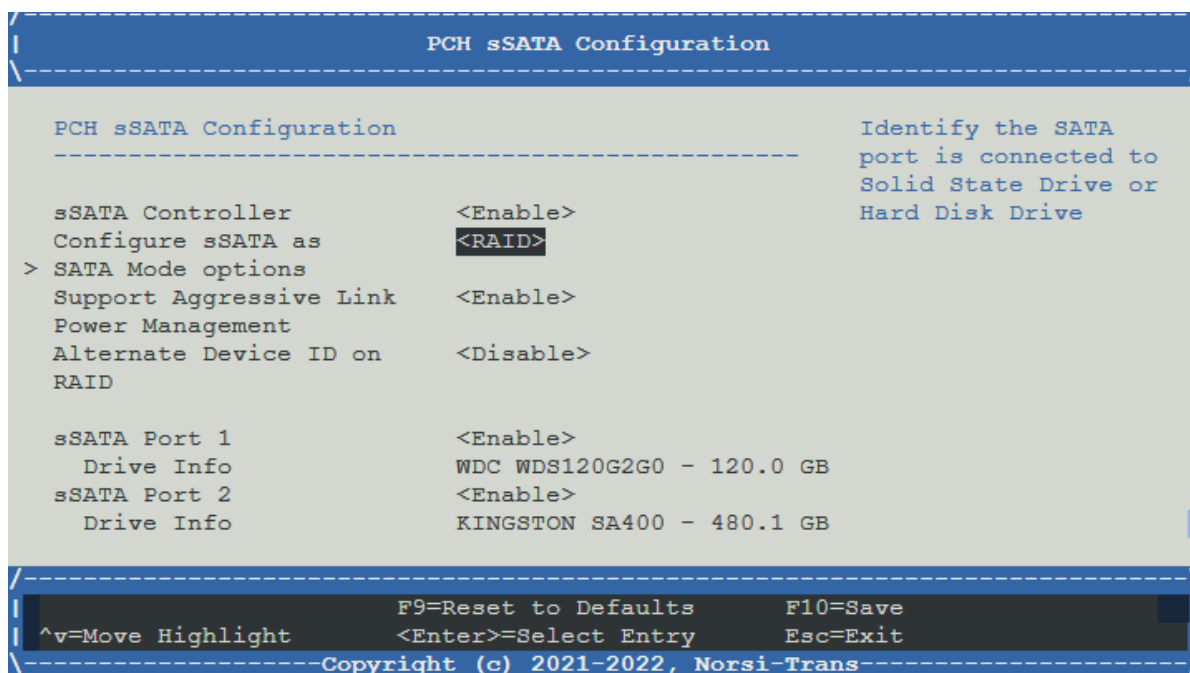

Рис. 62. Меню PCH sSATA Configuration
- 2) Перейдите во вкладку «PCH sATA Configuration» и установите «sATA Controller» в состояние <Enable>. Окно показано на рис. 62 Меню PCH sATA Configuration.